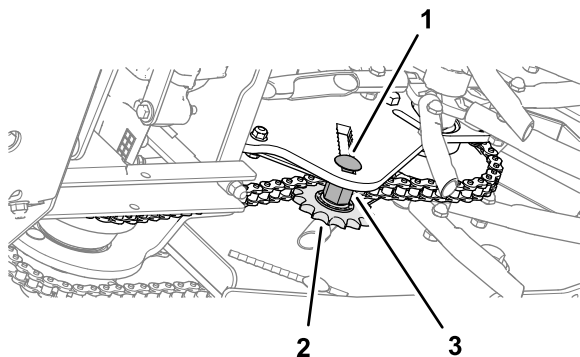

Figura 62
4. Per regolare la tensione delle catene, allentate il bullone del rinvio e il distanziale filettato, quindi spingete verso l'alto sulla ruota dentata per serrare la catena (Figura 62).